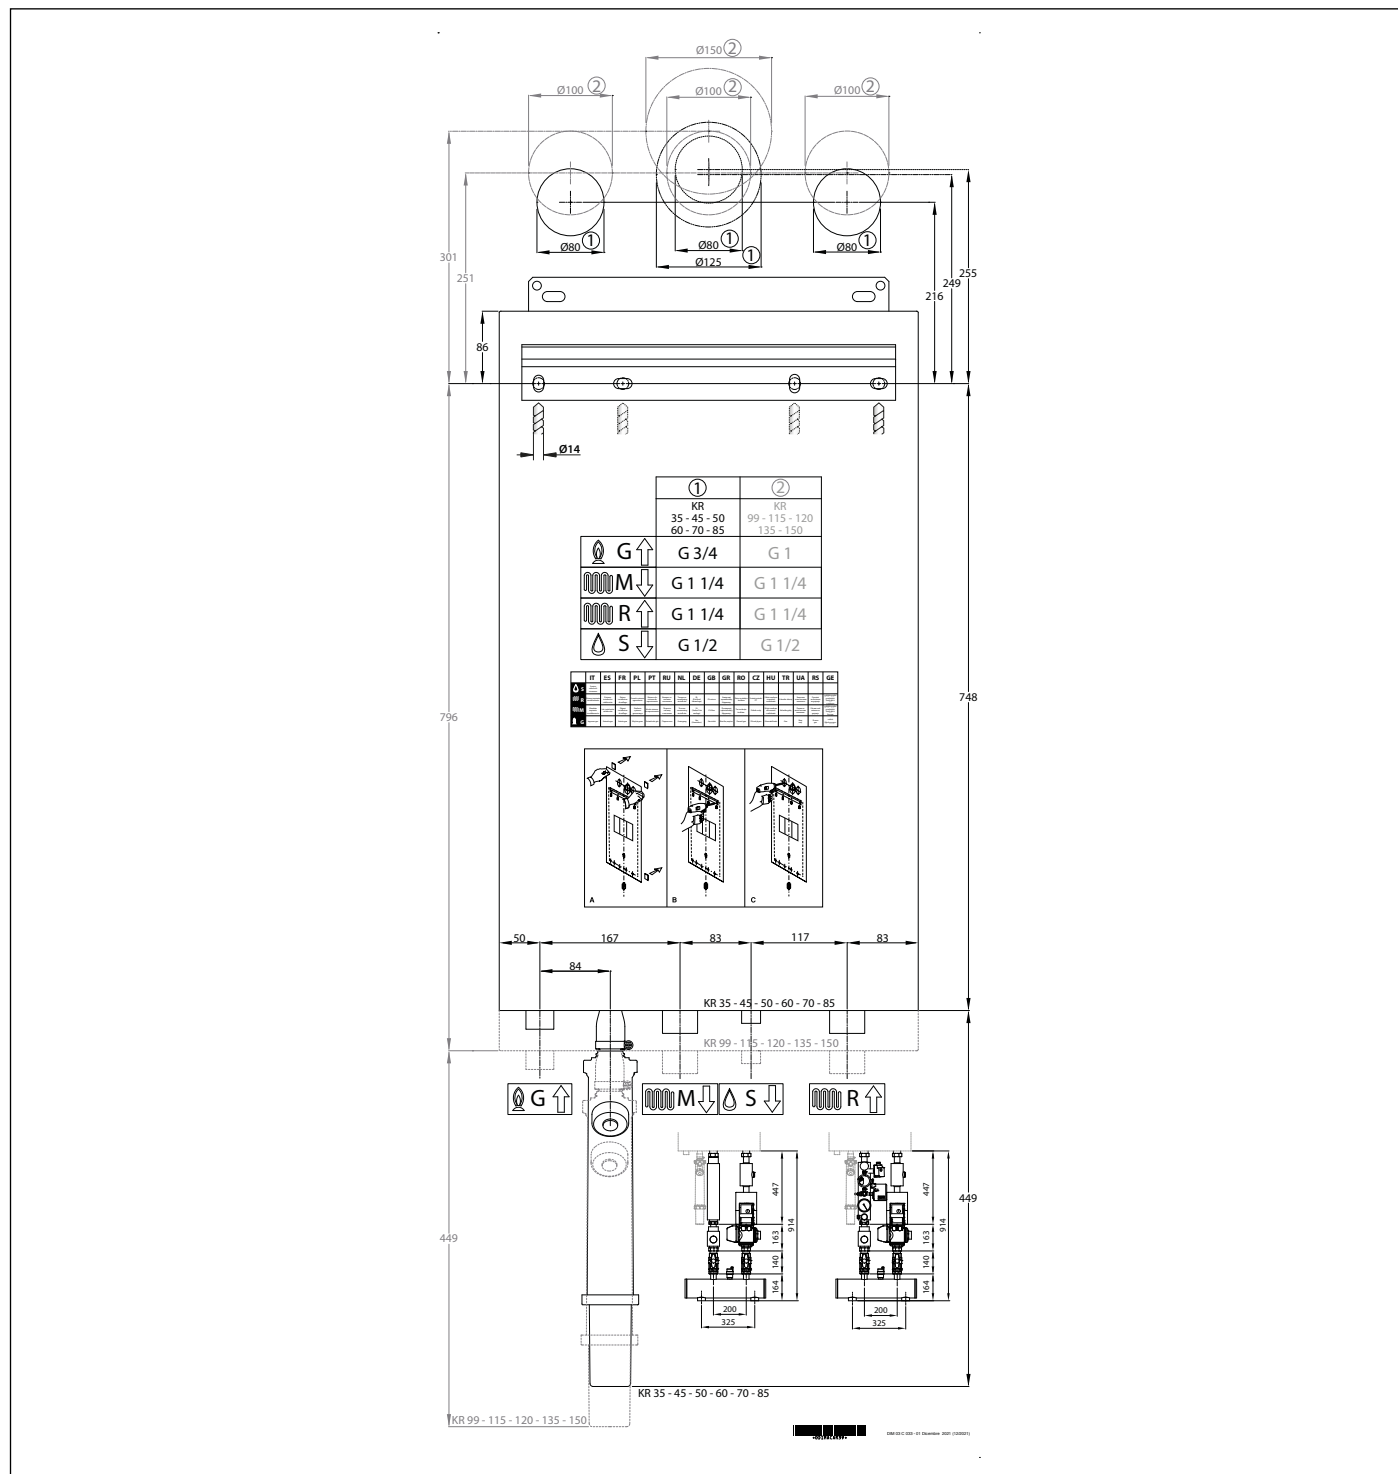

Fig. 12 Șablon de hârtie
- Șablon de montare a centralei pe perete (vezi Fig. 12 Șablon de hârtie).
Fiecare echipament este însoțit de un șablon de hârtie inclus în ambalaj (vezi Fig. 12 Șablon de hârtie).